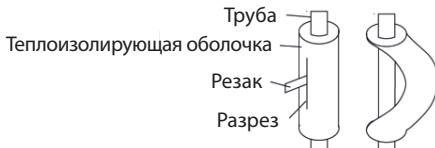

Рис. 10
4. Не сгибайте трубу в том виде, как она есть. Труба будет смята. Сначала разрежьте теплоизоляционную трубу острый резаком, как показано на Рис. 10, затем согните трубу без теплоизоляции. Согните трубу так, как нужно, наденьте на нее теплоизоляционную трубку и закрепите ее лентой.